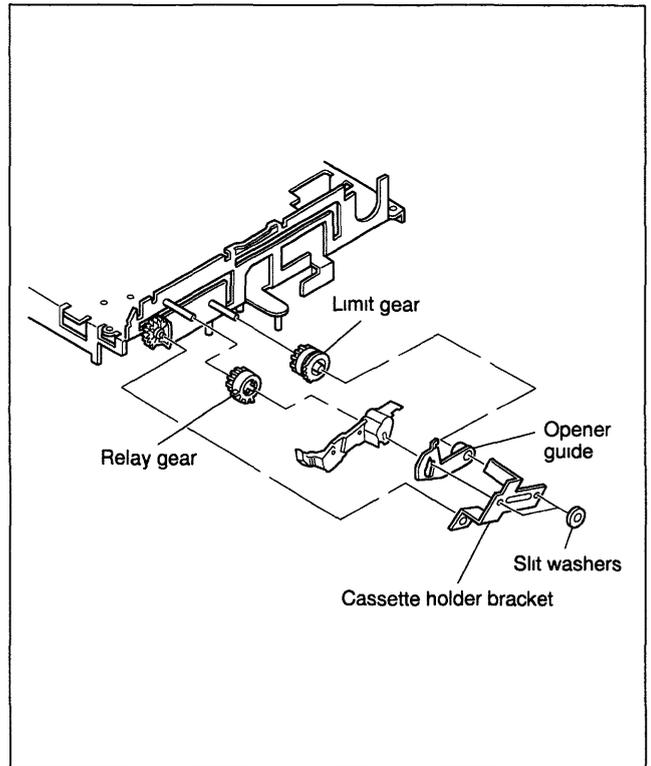

Fig 2-2-3
- (2) Remova as duas travas (slit washer) e remova o suporte do compartimento cassette (cassette holder bracket) (Veja Fig 2-2-3)
- (3) Remova o guia de abertura da porta cassette (opener guide), engrenagem de controle de carregamento (relay gear) e engrenagem limitadora (limit gear) (Veja Fig 2-2-3)